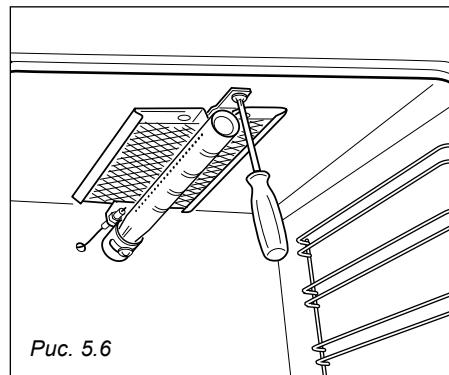

Рис. 5.6
- Снимите горелку, предварительно открутив винт в передней части (Рис. 5.6).